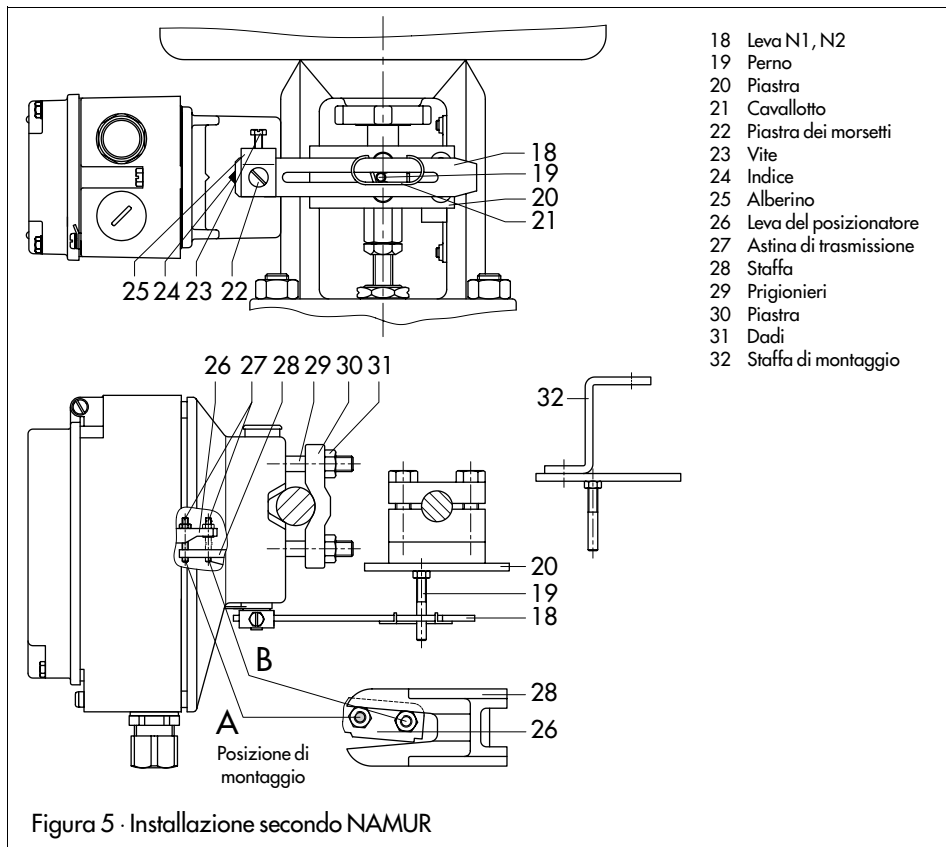

Figura 5 · Installazione secondo NAMUR
Avvitare l'astina di trasmissione (27) sulla leva del posizionario (26) e serrarla posteriormente con un dado esagonale, osservando la posizione di montaggio **A** o **B** secondo la tabella 5 e la figura 5.